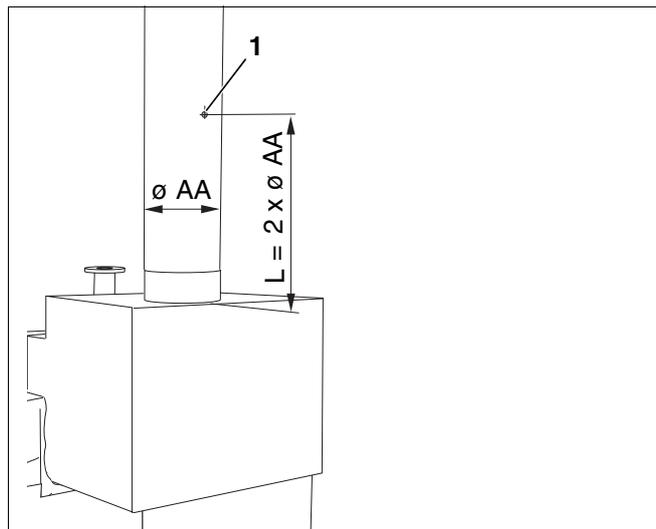

Fig. 10 Rilevamento dei valori di misurazione
Per le misurazioni di seguito indicate, dovete applicare un punto di misura nel tubo di scarico (fig. 10, **pos. 1**). La distanza dalla sicurezza antiriflusso deve corrispondere al doppio del diametro del tubo di scarico (AA).
- Posizionare il punto di misura nel tubo gas combusti (fig. 10, **pos. 1**) sul lato rivolto in direzione opposta rispetto alla caldaia. A questo riguardo, dovete praticare un foro, con diametro di 8 mm, nel tubo di scarico fumi.